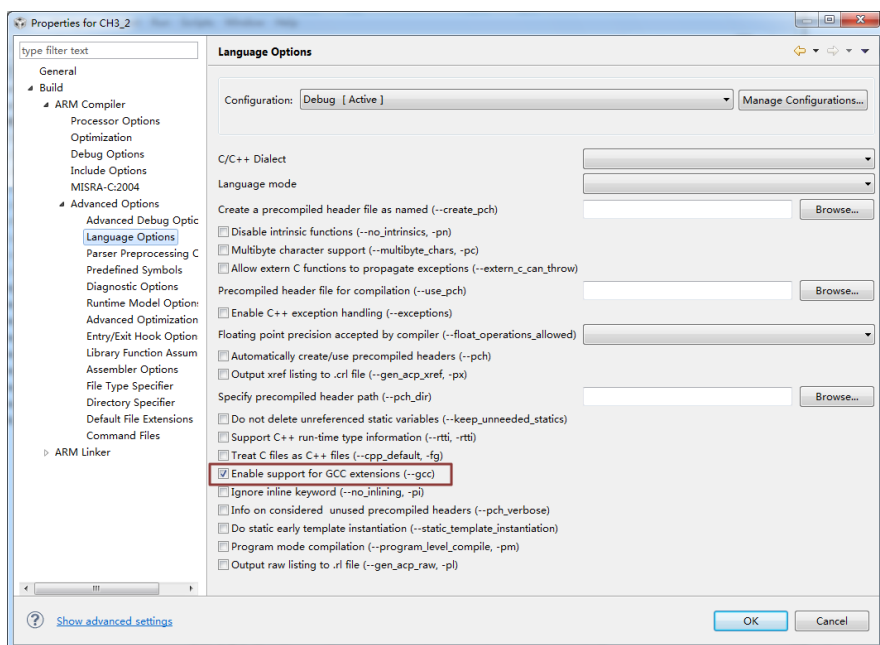
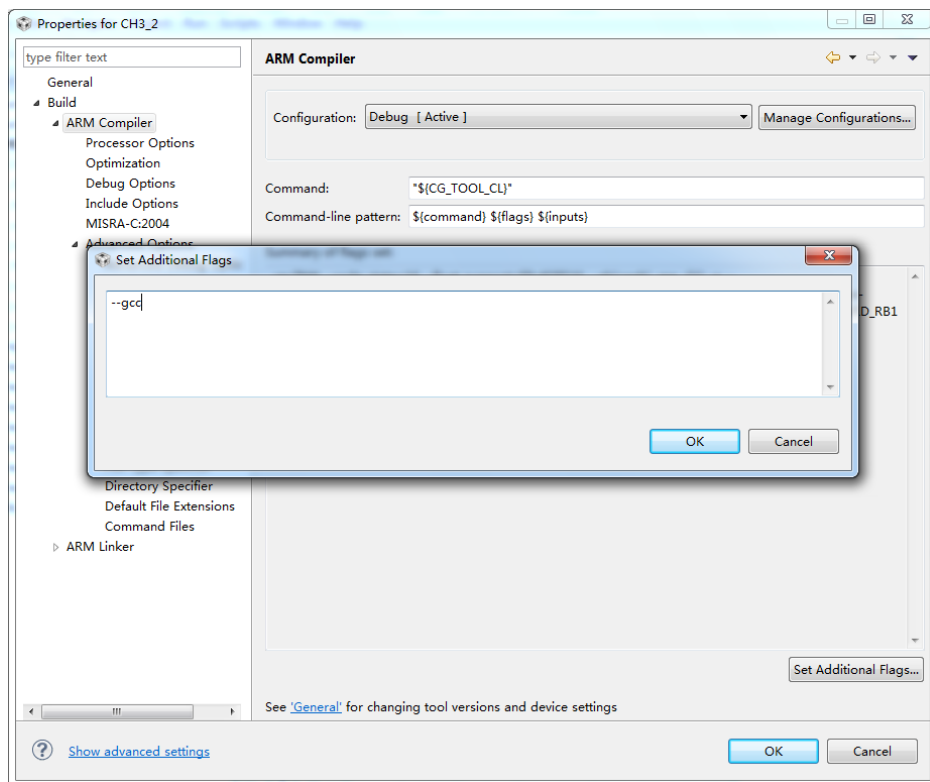

图 3-28 勾选 GCC
图 3-29 添加—gcc
(9) 出现上述错误时，可以右击工程，进入工程属性对话框，在 Build->ARM Compiler->Advanced Options->Language Options 中勾选上“Enable support for GC extensions(--gcc)”即可，如图 3-28 所示。或者在工程属性对话框中的 Build->ARM Compiler 上单击，进入 ARM Compiler 对话框，找到“Summary of flags set:”右下角的“Set Additional Flags...”单击进入后添加 “--gcc” 即可，如图 3-29 所示。